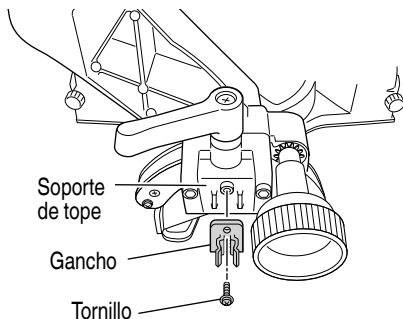

Fig. 53
- (1) Colocación del conjunto de gancho (Fig. 53)